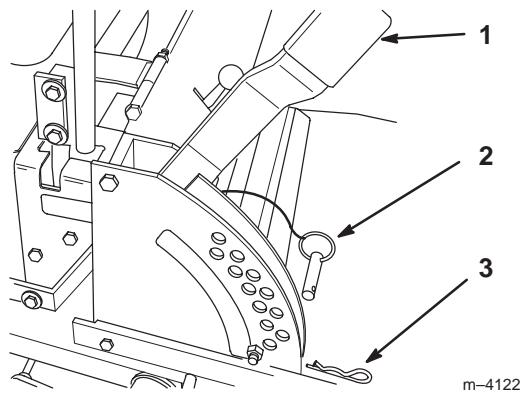

Figure 22
1. Relevez le levier de sélection de hauteur de coupe en position de transport (qui correspond aussi à la hauteur de coupe de 114 mm) (Fig. 22).
2. Pour changer de hauteur de coupe, retirez la goupille fendue et l'axe de chape du support de hauteur de coupe (Fig. 22).
3. Placez l'axe de chape dans le trou du support correspondant à la hauteur de coupe voulue (Fig. 22).
4. Fixez l'axe de chape avec la goupille fendue (Fig. 22).